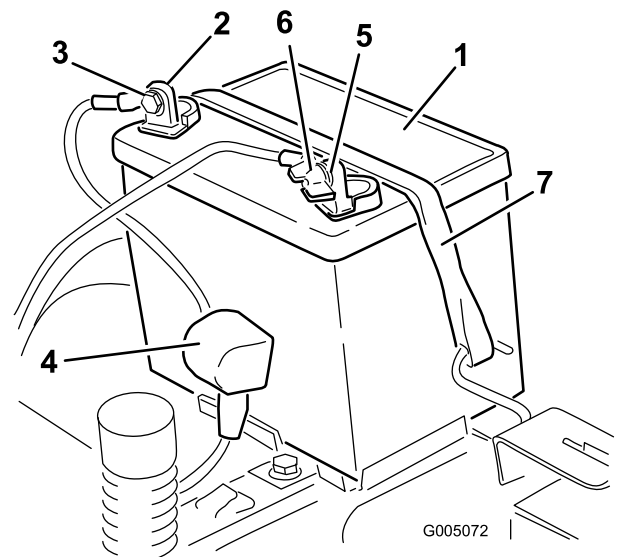

Figura 44
4. Desconecte el cable negativo de tierra (negro) del borne de la batería (Figura 44).
6. Desconecte el cable positivo (rojo) del borne de la batería (Figura 44).
7. Retire la correa de sujeción de la batería (Figura 44) y levante la batería para retirarla de su bandeja.
1. Coloque la batería en la bandeja (Figura 44).
5. Fije la batería con la correa de sujeción (Figura 44).